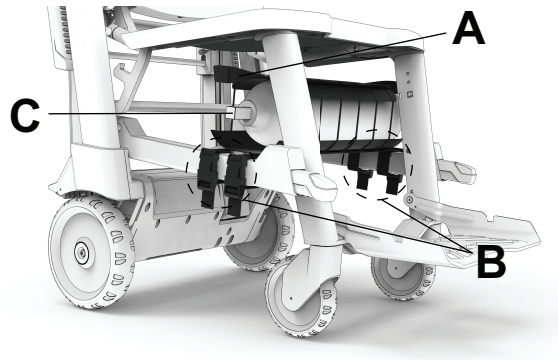

Figure 37 – Fixation du support pour bouteille d'oxygène
2. Placer le support pour bouteille d'oxygène (A) entre les deux tubes des poignées de levage inférieures situées sous le plateau du siège (Figure 37).
3. Enrouler les quatre sangles autour des tubes des poignée de levage inférieures (B) et connecter les boucles latérales (Figure 37).
4. Glisser la bouteille d'oxygène (C) dans le support (Figure 37).